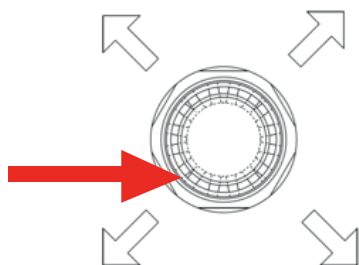

Fig. 1: Vinkle v-hullerne (4x) mot hjørnet
- Dysen skal posisjoneres slik at dysehullene med minst avstand, v-hullene, peker mot nærmeste hjørne av rommet (se fig. 1).